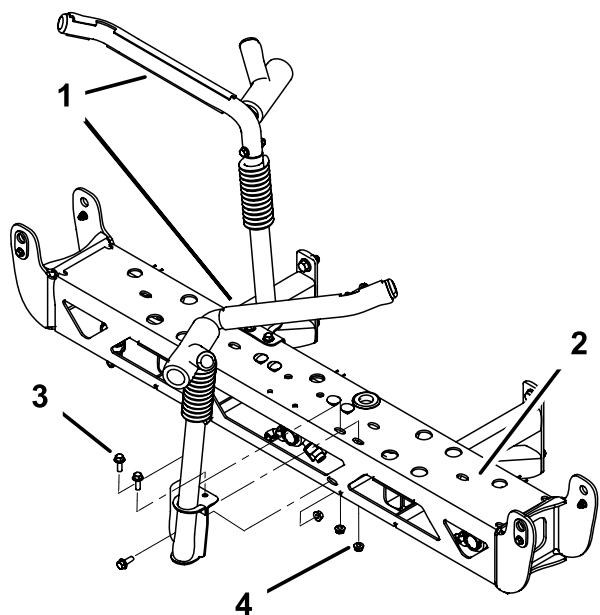

図 12
1. 中央ブーム・アセンブリに、移動走行用ブームクレードルを取り付けるボルト6本3/8 x 1-1/4 インチおよびロックナット6個3/8インチを使用し、図 12のように取り付ける。